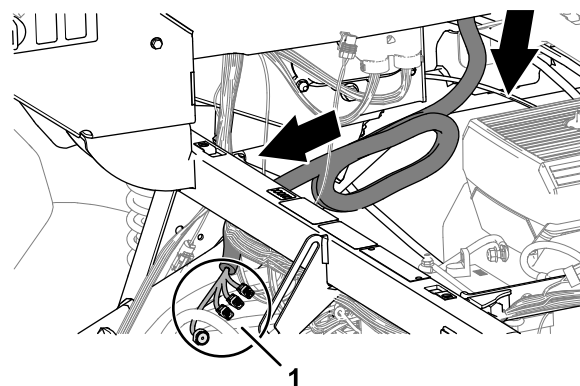

Figura 158
1. Enrute el arnés de la antena del módem hacia la derecha por la barra antivuelco (Figura 158).
2. Enrute el arnés hacia abajo y hacia adelante, como se muestra en la Figura 158.